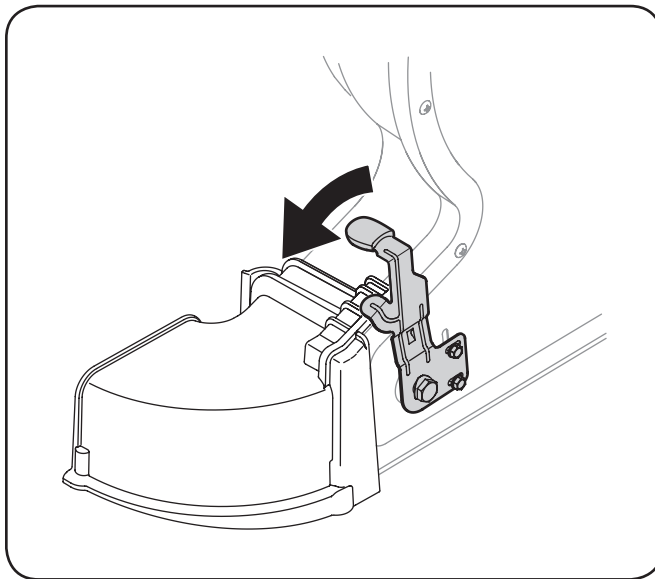

Figura 4-5
2. Deslice el accesorio del canal hacia abajo, por encima de la abertura (2).
3. Gire la palanca direccional (3) hasta la posición media para trabar el accesorio de canal en su lugar. Consulte la Figura 4-5.